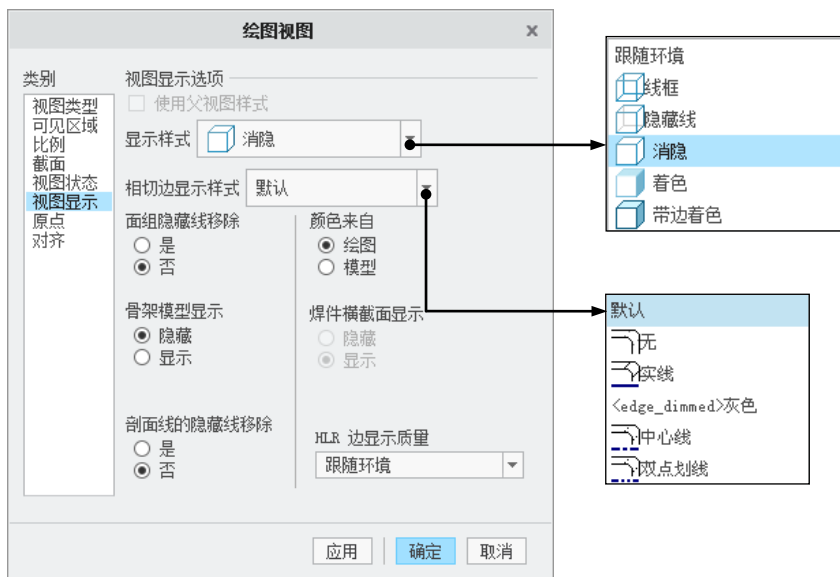

图 3.7.2 “绘图视图”对话框
Step3. 在类别区域中选取视图显示选项，如图 3.7.2 所示，在显示样式下拉列表选中消隐选项，单击确定按钮，完成操作后该视图的显示如图 3.7.1b 所示；如果选取线框选项，则该视图的显示如图 3.7.1c 所示；如果选取隐藏线选项，则该视图的显示如图 3.7.1d 所示。